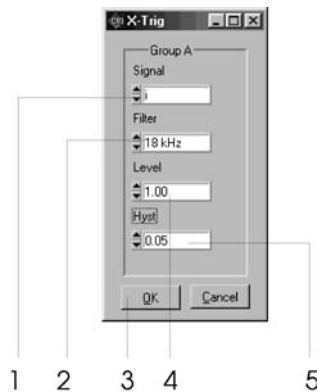

Abbildung 7
Im normalen Messmodus sowie in HARM100 ist es möglich, die Triggerbedingungen für die Synchronisation einzustellen, indem man Xtrig im Feld „Coupl“ auswählt. Das entsprechende Fenster (Abb. 7) ermöglicht die Eingabe von Triggersignal (1), Filter (2), Signalpegel (4) und Hysterese (5). Mit „OK“-Taste (3) werden die Parameter übernommen. Lesen Sie unbedingt die entsprechende Beschreibung im Handbuch des Gerätes, weil eine falsche Einstellung die Messergebnisse beeinträchtigen kann.